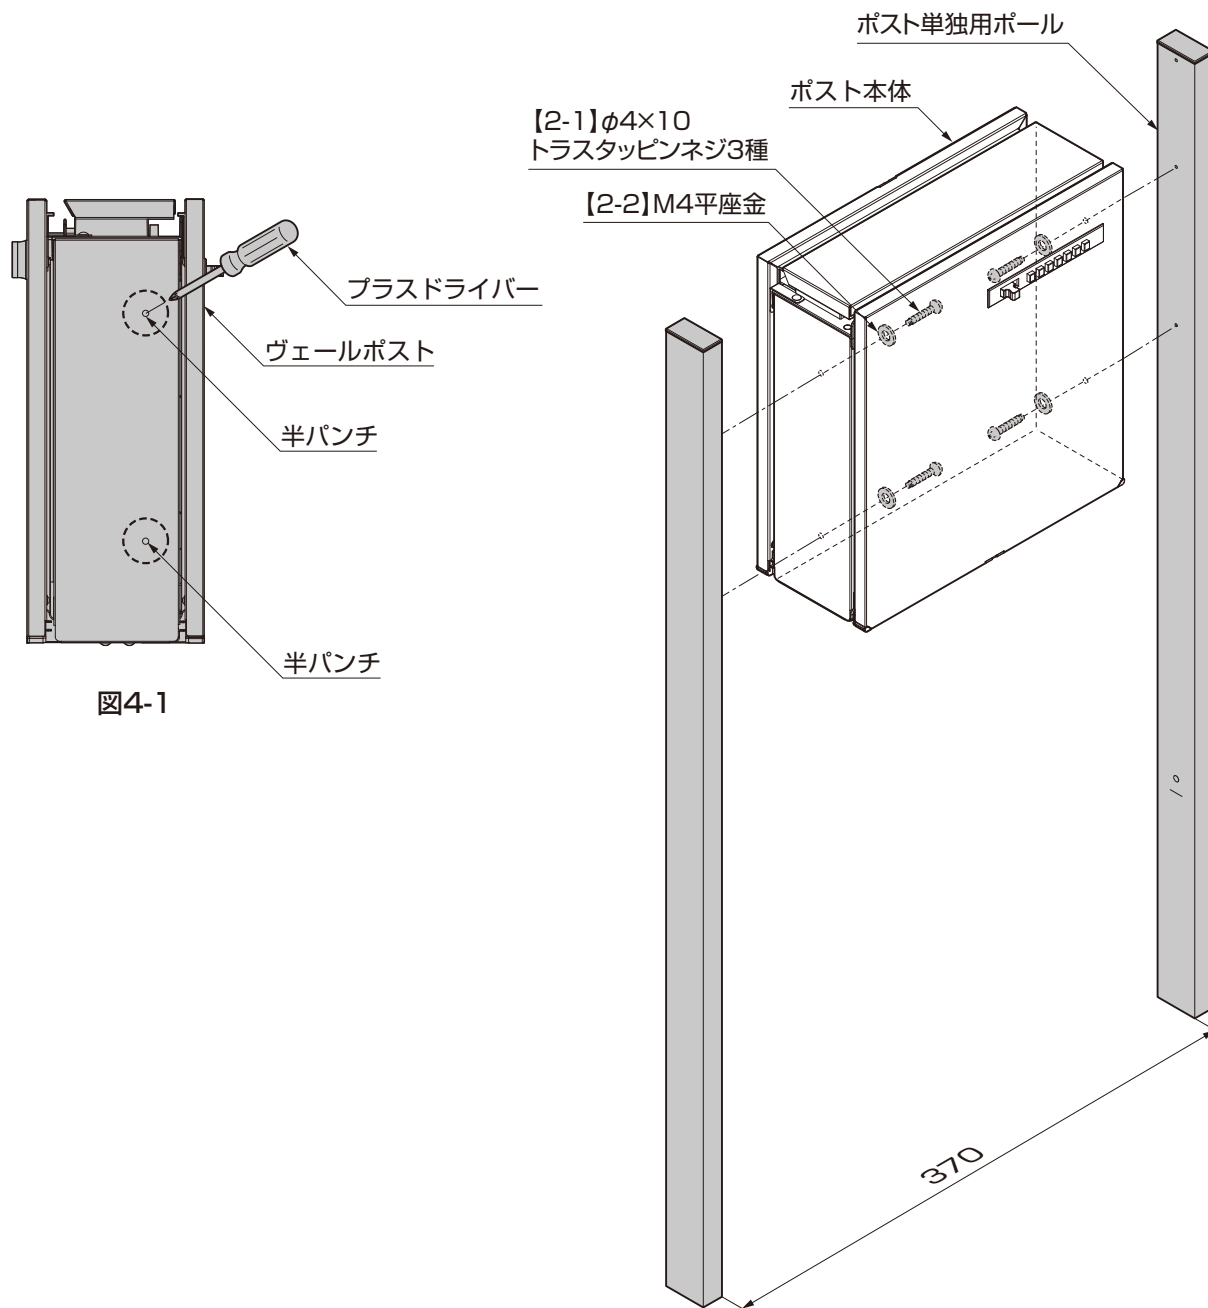

図4-1
- ①ポスト本体の両面2ヶ所の半パンチにプラスチックドライバーをあてハンマーなどでたたいて、穴をあけてください。(図4-1参照)
- ②ポールをポスト本体に、ポストの内側から【2-1】、【2-2】で固定してください。